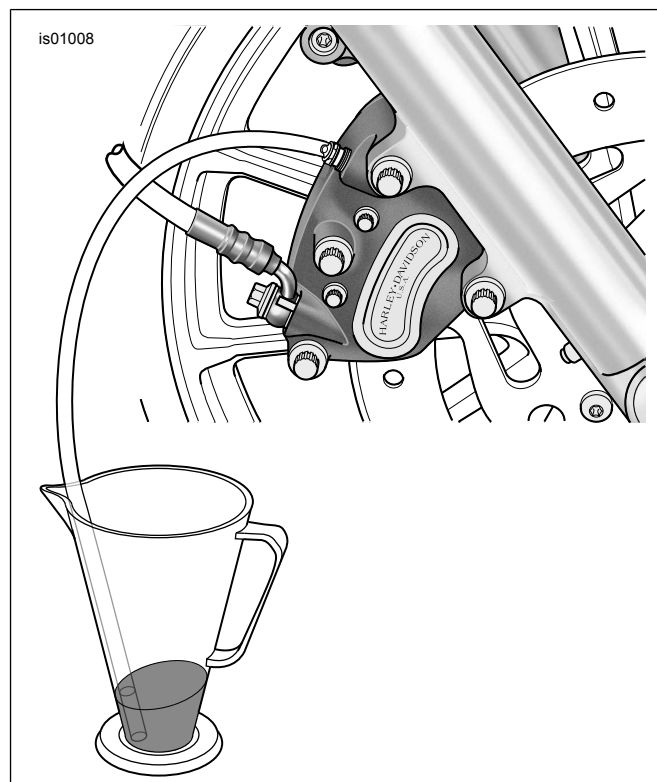

Figura 10. Drenado del líquido de frenos
1. Vea Figura 10. Quite la tapa de la válvula de purga de la mordaza del freno delantero. Instale el extremo de un tubo de plástico transparente sobre la válvula de purga. Coloque el otro extremo en un recipiente limpio.